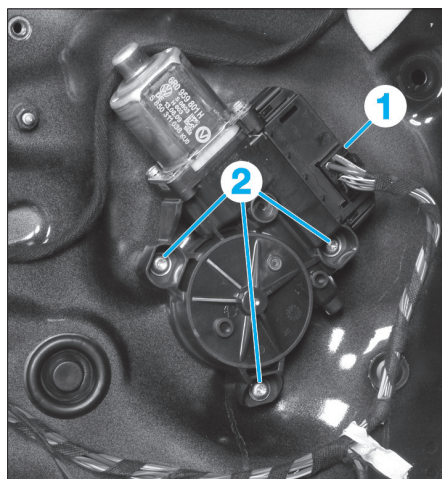

FIG. 82
- Débrancher le connecteur (1) (Fig.82).